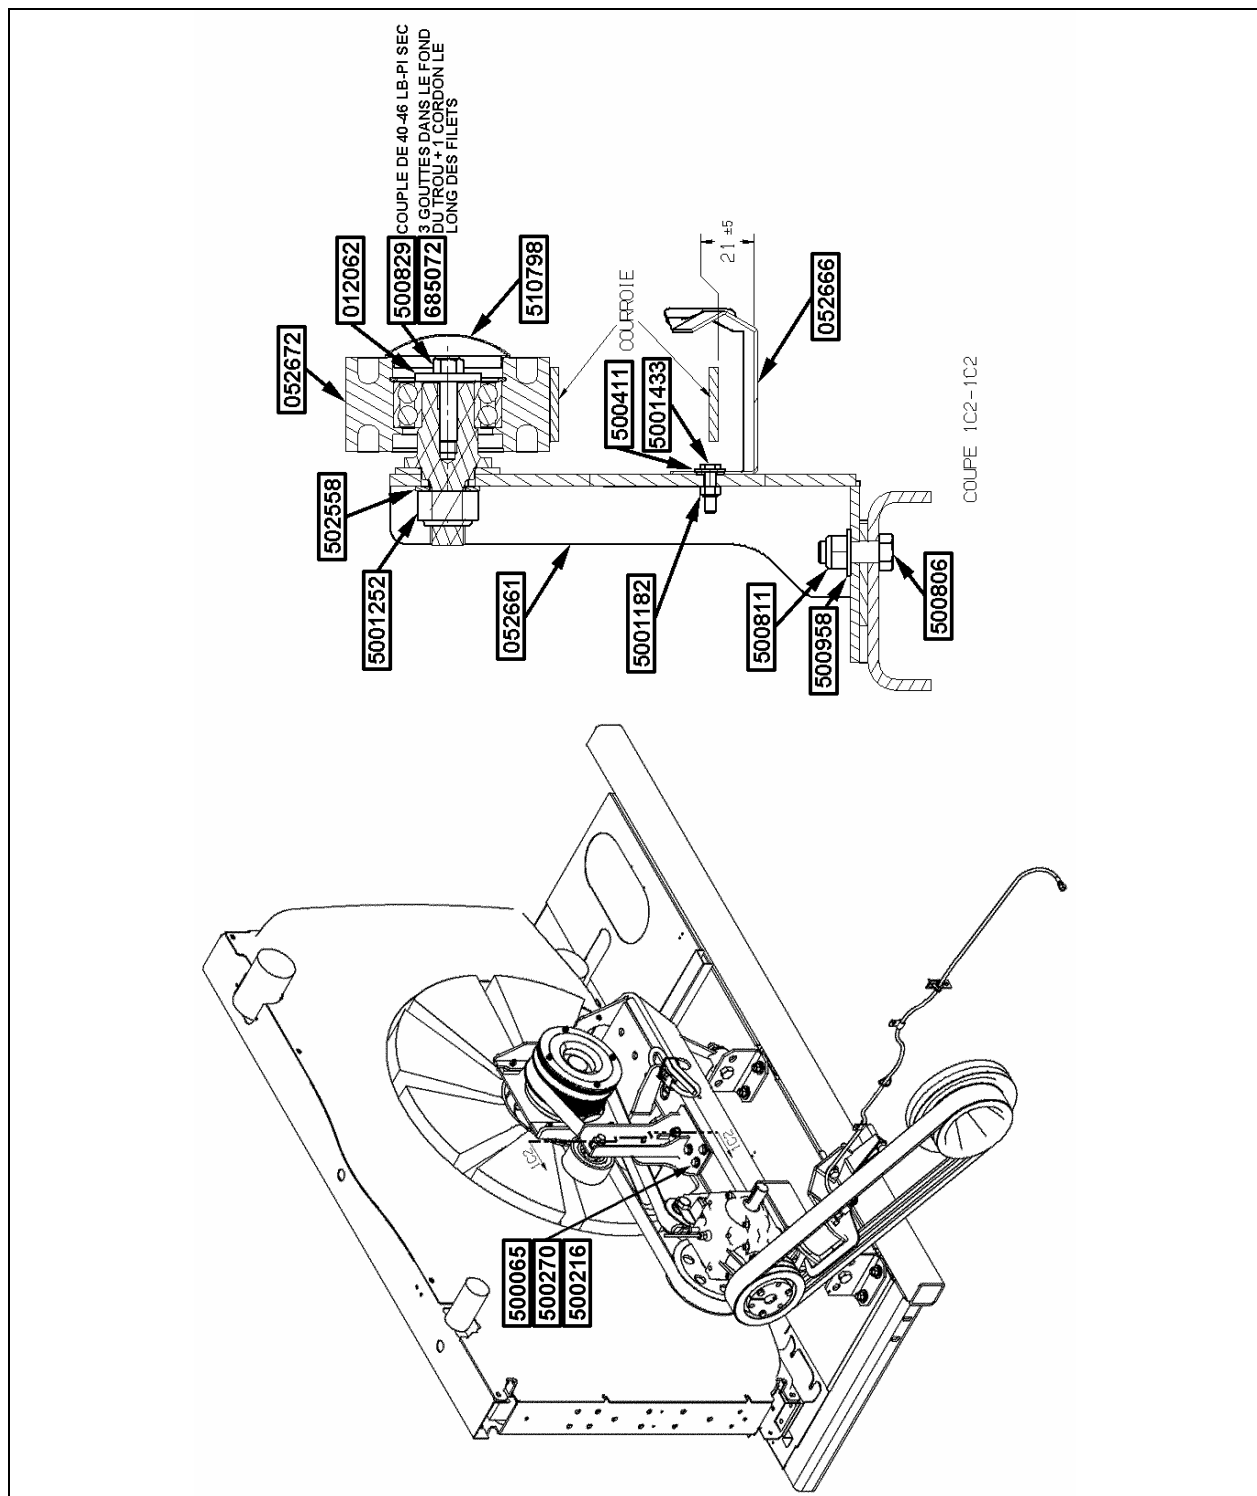

FIGURE 3
1. Mettre 3 gouttes de «Loctite 243» (685072) dans le fond du trou du moyeu du galet tendeur (052672) puis un cordon le long des filets de la vis d'assemblage (500829). Insérer la vis dans la rondelle plate (012062) puis serrer la vis au couple de 41-46 lb-pi sec (Voir figure 3). Mettre le capuchon protecteur (510798) sur le galet tendeur assemblé.
3. À moins que ce ne soit déjà fait, tourner la manette du robinet de commande des tendeurs de courroies dans le sens antihoraire pour relâcher la pression dans les ballons des tendeurs. Installer l'ensemble support et galet tendeur sur le socle de fixation du mécanisme d'entraînement du ventilateur. Fixer l'ensemble support à l'aide de la vis (500806), rondelle plate (500958) et écrou (500811) (Voir la figure 3).
4. L'ensemble support et galet tendeur est également fixé sur le socle de fixation du mécanisme d'entraînement du ventilateur à l'aide de 3 vis (500065), rondelles plates (500270) et rondelles Grower (502616) (Voir figure 3).
5. Fixer le déflecteur d'air (052666) sur l'ensemble support et galet tendeur à l'aide des 2 vis (5001433), des rondelles plates (500411) et des écrous hexagonaux autofreinés à bague de nylon (5001182). S'assurer que la courroie passe à environ 21 mm au-dessus du déflecteur d'air (Voir figure 3 et 4). Tourner la manette du robinet de commande des tendeurs de courroies dans le sens horaire pour réappliquer la tension sur la courroie.